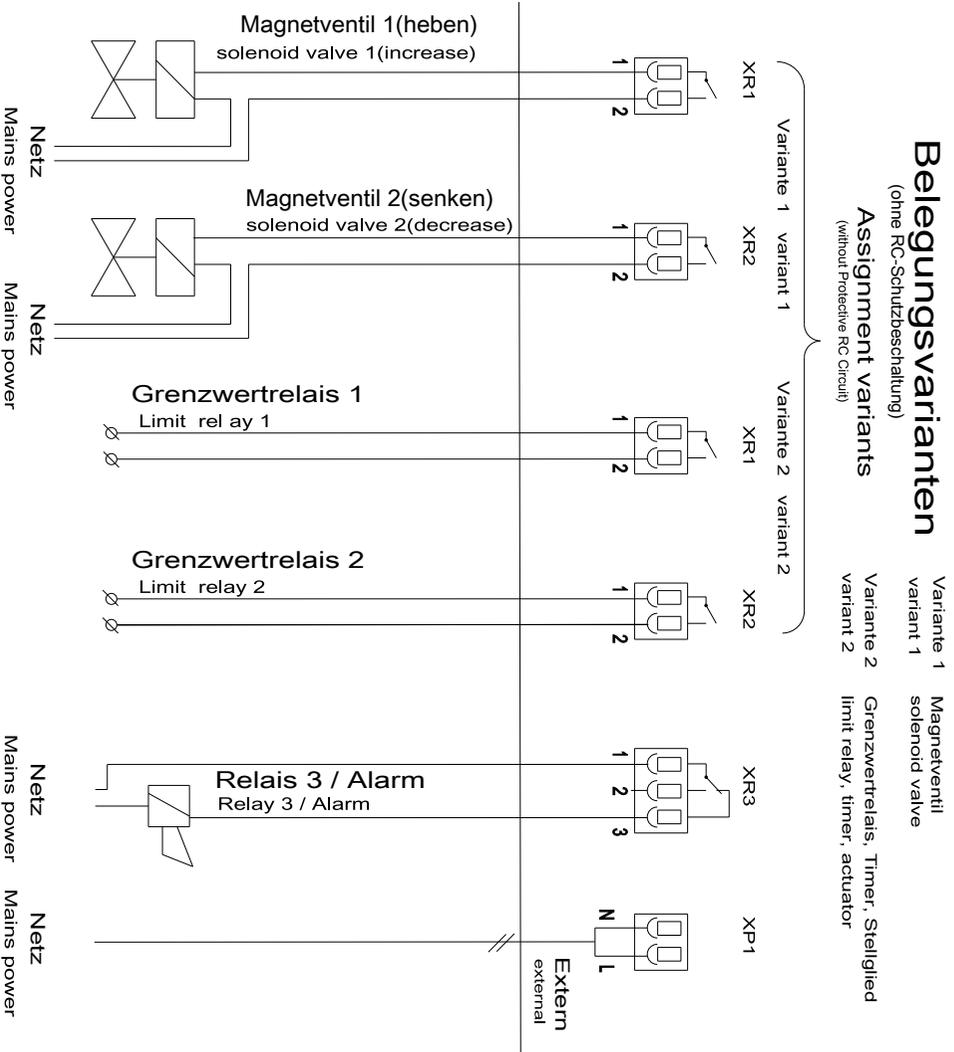

Abb. 11: Klemmenplan mit Belegungsvarianten 1
- ➔ Verschraubung (1), Druckring (2) und Dichtring (3) auf Kabel schieben
- ➔ Kabeladern entsprechend dem elektrischen Klemmenplan Abb. 11 an die Klemmen anschließen